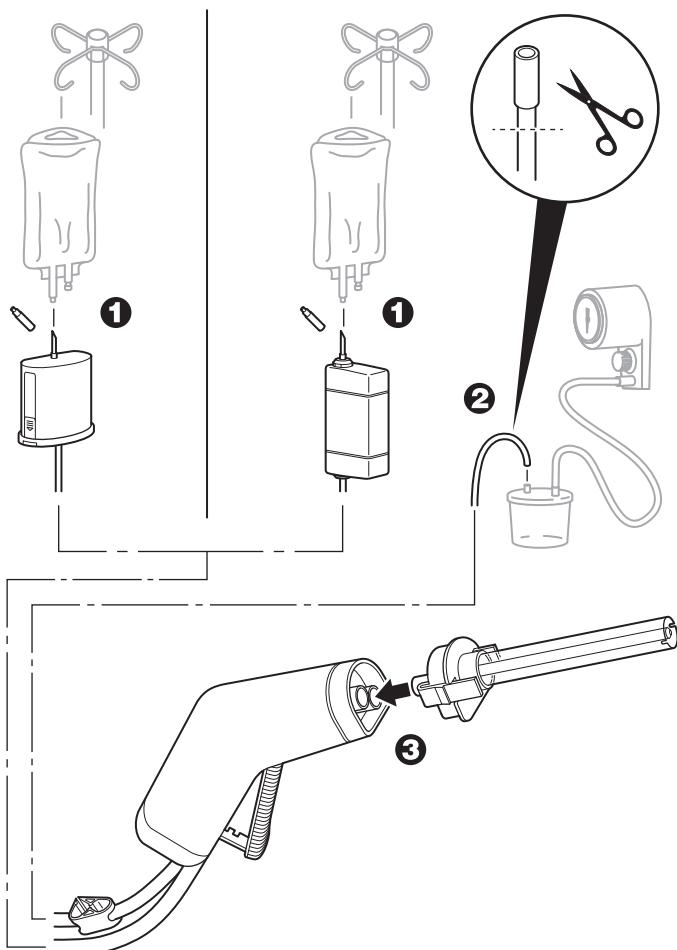

Figure 1 – Assemblage de la pièce à main
- En utilisant une technique aseptique, retirer le capuchon du perforateur de la tubulure d'irrigation de la pièce à main et insérer le perforateur de la tubulure d'irrigation dans le port pelable stérile de la poche d'irrigation (figure 1).